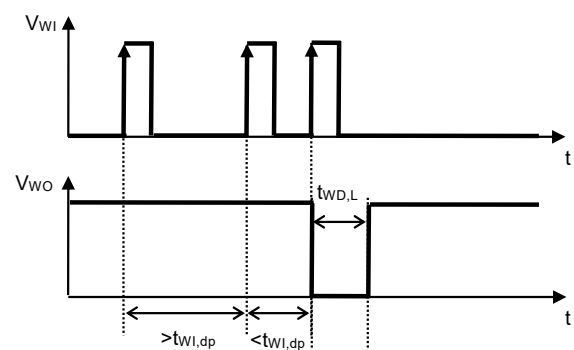

图11 看门狗双脉冲检测时间
- *3. 从看门狗定时器开始进行触发信号检测后，在 $t_{WI,dp}$ 期间再次检测到触发，到WO端子输出变化为 "L" 为止的时间 (参阅图11)。此值可以通过 C_{DLY} 的电容值进行更改。